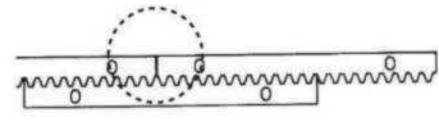

Fig.7
- Es recomendable Instalar los Empalmes de la Cremallera, Colocando una Cremallera como Guía Ver (Fig.7). Para que los Dientes se Acoplen Perfectamente en el Engrane del Operador Corredizo.
**Importante:** El Empalme entre las Cremalleras y el Engrane debe de ser Exacto. Asegúrese que el Paso ente los Dientes de Una y Otra Cremallera sea Igual. Empleando la técnica de la imagen Ver (Fig.7). Con ello podemos asegurar una vida útil prolongada del Operador y Portón Corredizo.